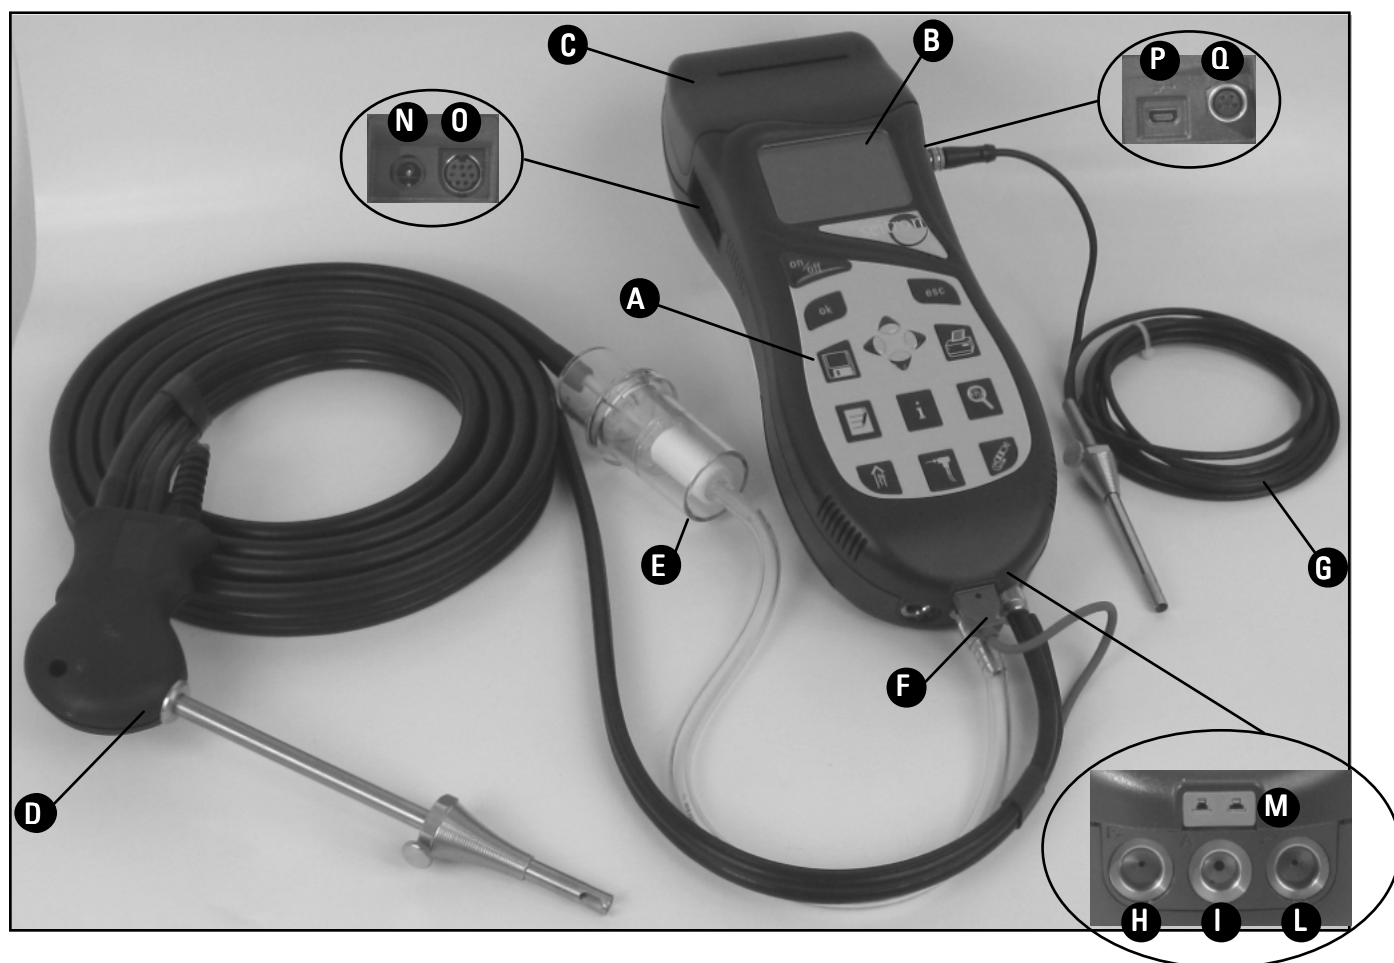

Fig. 2.2
Tastiera adesiva in poliestere con tasti preformati con funzioni di comando principali, (vedi **A** di Fig. 2.2).
Display LCD 128 x 64 pixel retroilluminato, (vedi **B** di Fig. 2.2), con 21 caratteri disponibili per 8 righe. Permette di visualizzare i parametri misurati nel formato più comodo all'operatore; tramite la funzione Zoom i valori misurati vengono visualizzati sul display con caratteri ingranditi.
Ad impatto a 24 colonne su carta comune, (vedi **C** di Fig. 2.2). L'utilizzo di carta comune e del nastro inchiostro permette di avere un basso costo di mantenimento, una maggiore leggibilità e durata nel tempo, e una resistenza al calore del documento stampato superiore a quella ottenuta con altri sistemi di stampa. Premendo il tasto di stampa si accede al relativo menu da cui, oltre alla stampa dello scontrino, è possibile scegliere le impostazioni di stampa dello stesso e far avanzare la carta manualmente per facilitare la sostituzione del rotolo di carta.
In dotazione allo strumento è compreso un'alimentatore da rete con uscita 12V=, 2A per la ricarica delle batterie interne. E' visibile in **N** di Fig. 2.2 la presa per l'inserimento del carica batterie allo strumento. Una volta iniziata la ricarica il display si accende e visualizza lo stato di ricarica.
In **O** di Fig. 2.2 si trova la presa del cavo seriale per il collegamento dello strumento ad una sonda esterna, per esempio al Deprimometro (opzionale), o alla sonda corrente di ionizzazione (opzionale).
In **P** di Fig. 2.2 si trova la presa del cavo seriale per il collegamento dello strumento ad un personal computer.
Sonda in acciaio inox con impugnatura in materiale plastico, (Vedi **D** di Fig. 2.2). Lunghezza sonda acciaio di 180 mm, 300 mm, 750 mm e 1000 mm con cono adattatore per foro camino diametro 8/22 mm. Disponibile inoltre una sonda flessibile con puntale lunghezza 300 mm per effettuare misure in camini in cui il punto di prelievo dei fumi sia in posizione difficoltosa da raggiungere. Tutte le sonde hanno un diametro nominale esterno di 8 mm.
Collegamento ad analizzatore tramite tubo in gomma da 3 metri e gruppo separatore di condensa e filtro anti-pulviscolo sostituibile (vedi **E** di Fig. 2.2).
La temperatura dei fumi viene misurata tramite una termocoppia inserita nel puntale della sonda. Essa è collegata allo strumento tramite un cavo compensato (vedi **F** di Fig. 2.2) inserito in un'apposita sede del tubo in gomma della sonda di aspirazione fumi. La connessione allo strumento è affidata ad un connettore maschio.
compensato in temperatura (vedi **M** di Fig. 2.2).
Il sensore è di tipo Pt100, fornito completo di cavo lungo 2 metri con adattatore per pozzetti diametro 7,5 / 17 mm. (vedi **G** di Fig. 2.2): permette la misura di temperatura dell'aria comburente, nel campo da -20°C a +100°C, per un esatto calcolo del rendimento della caldaia.
**I** di Fig. 2.2, è l'ingresso della sonda di aspirazione fumi completa del gruppo separatore di condensa e di filtro anti-pulviscolo. **L** e **H** di Fig. 2.2 sono rispettivamente gli ingressi positivo e negativo del sensore di pressione interno di tipo differenziale. L'ingresso positivo (P+) **L** si utilizza per la misura della pressione in generale e per la prova di tenuta.